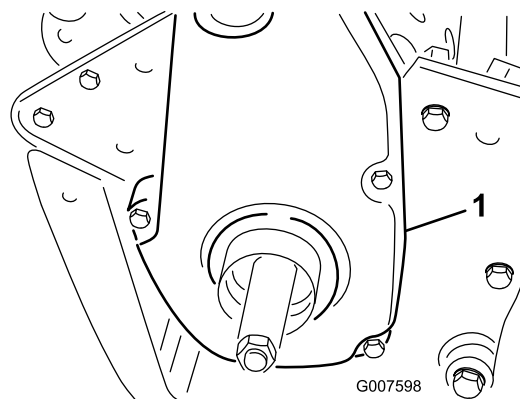

Рисунок 38
1. Снимите детали крепления крышки ремня и саму крышку, чтобы открыть доступ к ремню (Рисунок 38).